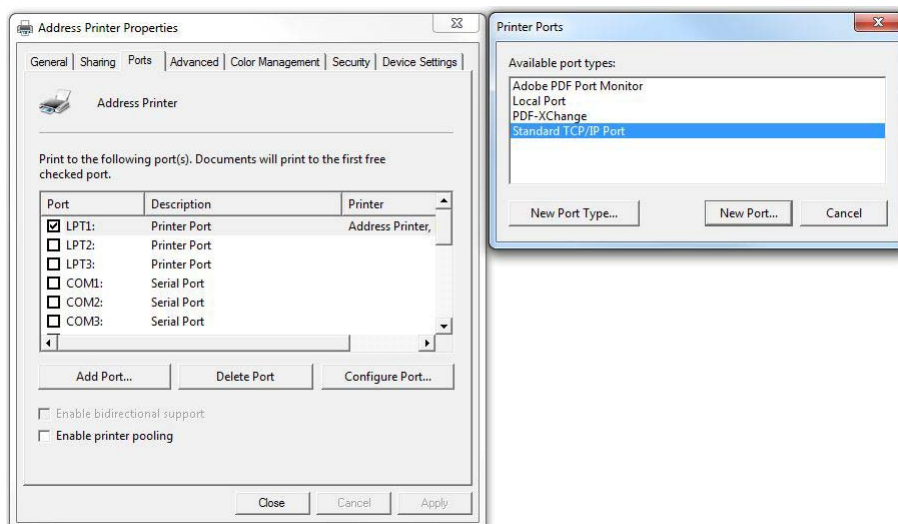

Abbildung 41: Hinzufügen eines TCP/IP Port
- Wechseln Sie in den Reiter "Anschlüsse und klicken Sie auf "Hinzufügen...". Dadurch öffnet sich ein neues Fenster. Wählen Sie in diesem Fenster "Standard TCP/IP Port" aus und klicken Sie auf "Neuer Anschluss..." (siehe Abbildung 41)